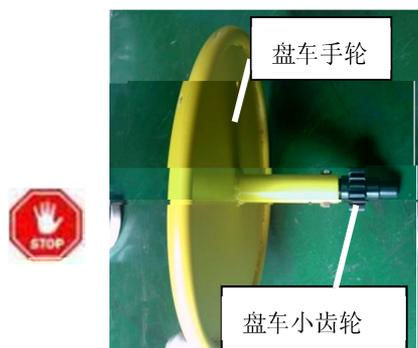

图 16 装配手轮及齿轮
1. 使用 M8X16 的全螺纹螺栓将盘车小齿轮装入盘车手轮中（见 P8 图 16~图 25），并放置一侧。